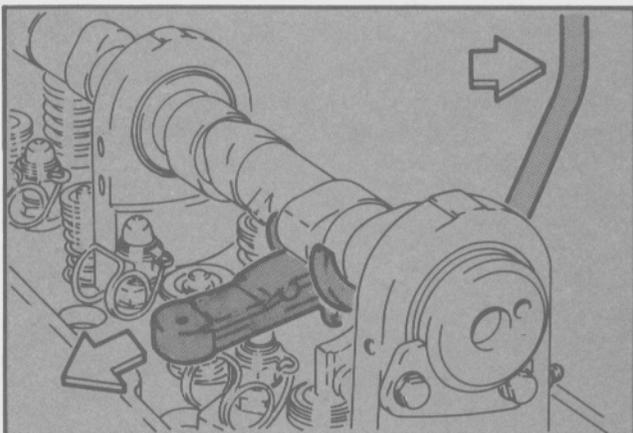

Fig. 98 - Desmontaje de los balancines
- Comprimir los resortes de válvulas con la herramienta T84G-7564-BAS (Fig. 98). Extraer los balancines.